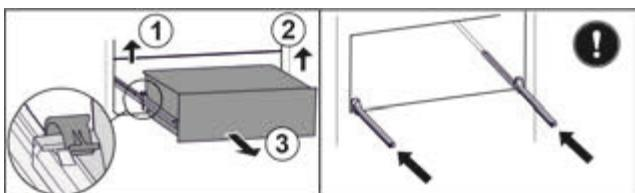

Fig. 62
- Підняти лівий затискач і одночасно висувний ящик ліворуч потягнути вперед. Fig. 62 (1)
- Підняти правий затискач і одночасно висувний ящик праворуч потягнути вперед. Fig. 62 (2)
- Вийняти висувний ящик рухом вперед. Fig. 62 (3)